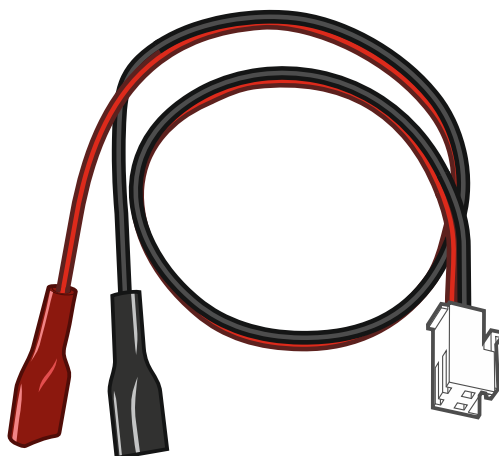

Fig. 2. Fils pour raccorder la batterie (rouge +, noir -).
- ② broches RESET pour le démarrage d'urgence de la centrale (voir : « Procédure » p. 14).
- ③ port RS-232 (TTL).
- ④ connecteur pour connecter des fils à la batterie. Les fils sont inclus dans le kit de livraison (fig. 2).
- ⑤ câble terminé par un connecteur d'antenne. Si la centrale est installée dans un boîtier en plastique, vous pouvez utiliser une antenne qui peut être installée à l'intérieur du boîtier. Si la centrale est installée dans un boîtier métallique, utilisez une antenne pouvant être installée sur le boîtier ou à une certaine distance du boîtier.
- ⑥ voyant LED SIM1. Le voyant est allumé lorsque la carte installée dans le logement SIM 1 est active.
- ⑦ voyant LED SIM2. Le voyant est allumé lorsque la carte installée dans le logement SIM 2 est active.